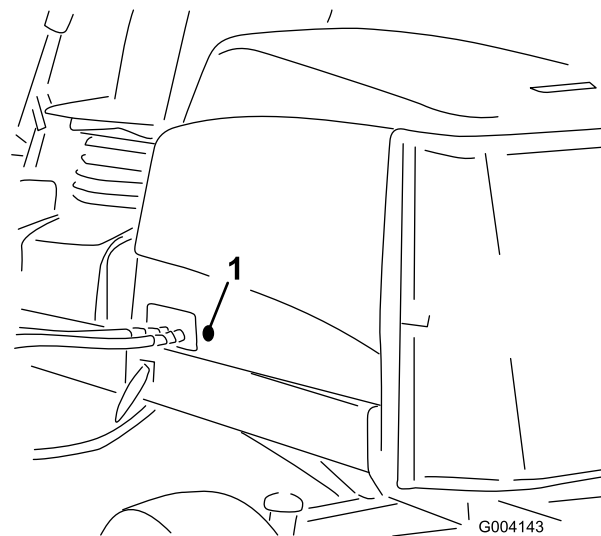

**Figura 15**
La molla di compensazione del manto erboso (Figura 15) trasferisce inoltre il peso dal rullo anteriore a quello posteriore, per contribuire a ridurre l'ondulazione del manto erboso, detta anche fluttuazione o bobbing.
1. Verificate che la coppiglia sia montata nel foro posteriore dell'asta della molla (Figura 15).
2. Serrate i dadi esagonali sulla parte anteriore dell'asta della molla fino a ridurre la lunghezza compressa della molla a 12,7 cm sugli elementi di taglio da 12,7 cm del Reelmaster 5410, oppure a 15,9 cm sugli elementi da 17,8 cm del Reelmaster 5510; fate riferimento alla Figura 15.